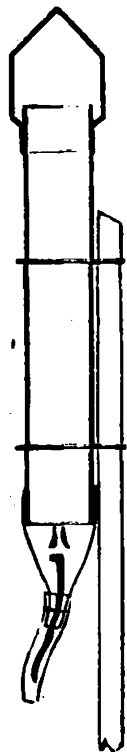

Fig. 24. Razzo di grosso calibro con cappelotto.
*Guarnizione.* — Ai razzi di grosso calibro si fa il cappelotto (fig. 24). Si prende un rettangolo di carta, alto poco meno del razzo e lungo abbastanza per fare tre girate; si fa un cilindro di un diametro un po' maggiore di quello del razzo e si attacca all'estremità del razzo. In questo cartoccio si mette una carica di polvere fina e sopra la guarnizione, il cui peso non deve eccedere il terzo del peso del razzo. La guarnizione si può formare a piacere o di stelle, o di serpentelli, ecc.: sopra si mettono dei ritagli di carta e si attacca l'estremità del cartoccio in forma di cono.